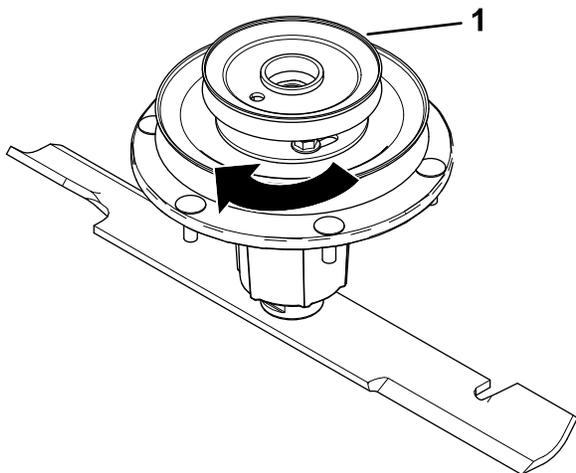

Figura 11
8. Rode a polia para a bloquear no sítio (Figura 11).